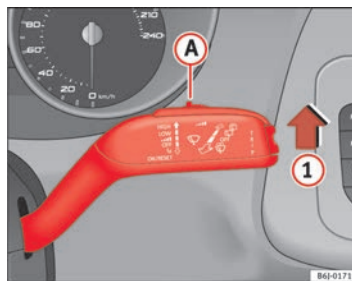

Abb. 61 Scheibenwischerhebel
- Bewegen Sie den Scheibenwischerhebel in Position **1** ⇒ Abb. 61.